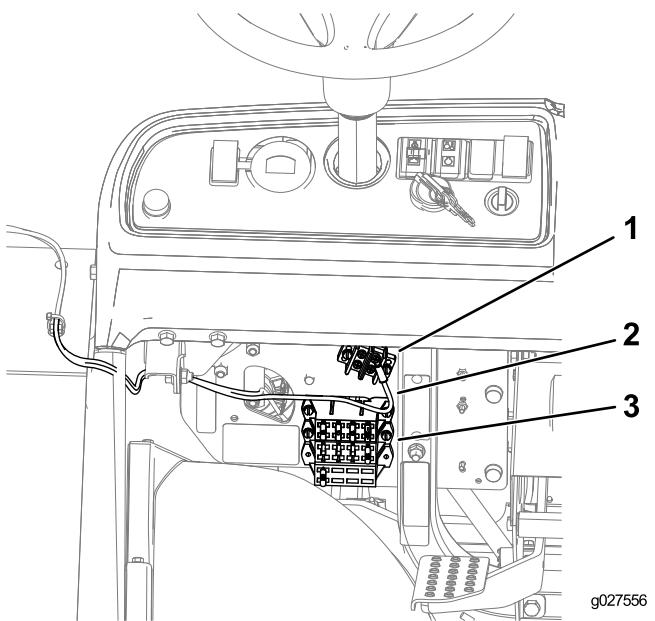

図 12
- ワーカマン MD/MDX/MDXD: ハーネスのリング端子をアースブロックに接続し、ヒューズブロックのコネクタを空いているヒューズブロック用のコネクタに接続する 図 12。